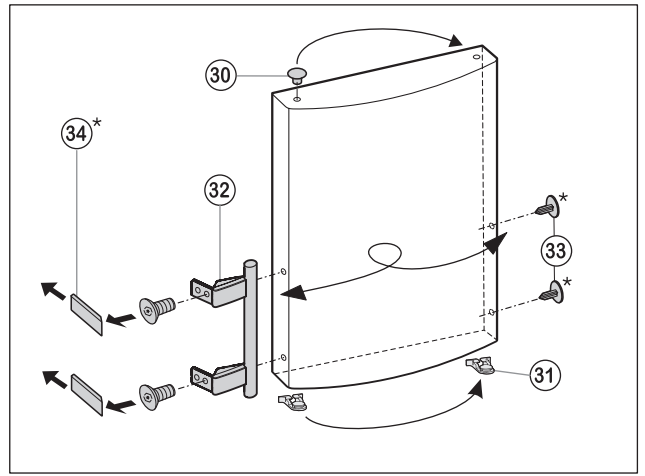

Fig.6
- Извлеките пробку Fig. 6 (30) из опорной втулки дверцы и переставьте.
- Снимите и переставьте на противоположную сторону дверную ручку Fig. 6 (32), пробку Fig. 6 (33) и прижимные пластины* Fig. 6 (34).